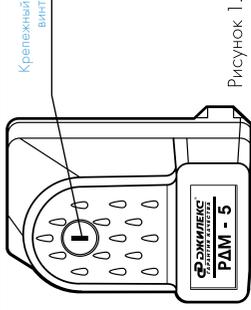

Рисунок 1.
- отключить реле от электропитания (см. рис. 1), снять крышку реле.